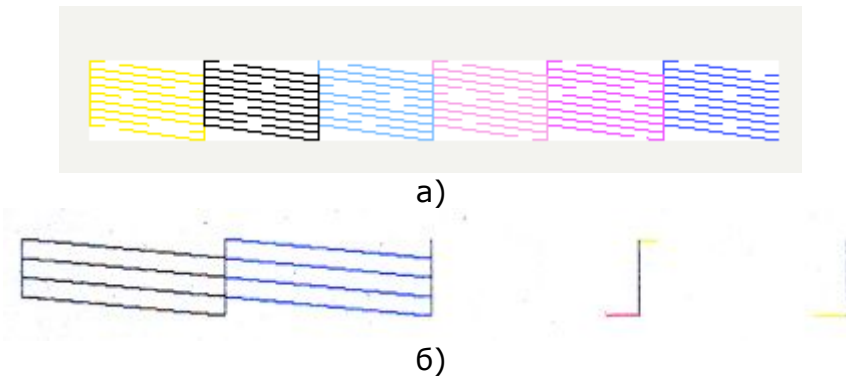

Рис. 2. Тест дюз при попадании воздушных пузырьков в отдельные сопла (а) или чернильный канал (б) печатающей головки
- ✓ частичное или полное отсутствие чернил одного или нескольких цветов на распечатке шаблона теста дюз и, соответственно, горизонтальные полосы при печати цветных изображений (Рис. 2);